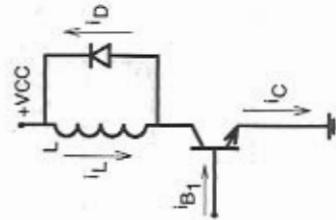

Fig. 5.8: Após a comutação.
- 1ª etapa: transistor saturado e em condução (Fig. 5.8).